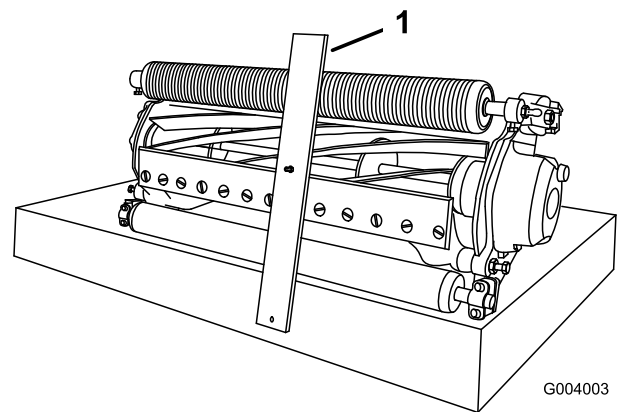

Bild 17
3. Haken Sie den Schraubenkopf an die Schnittkante des Untermessers ein, und stützen Sie das hintere Ende der Leiste auf der Heckrolle ab (Bild 17).